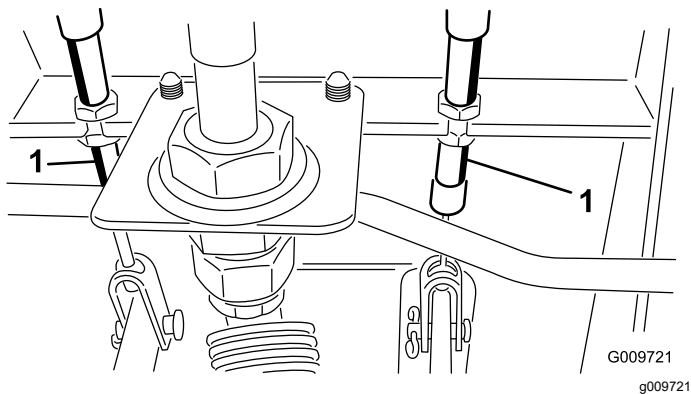

Figura 87
- A. Slăbiți piulia din față pe capătul filetat al cablului de frână (Figura 87).